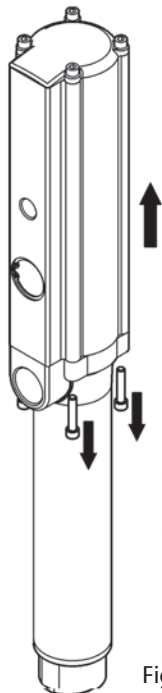

Fig. 4a
1. Secure the pump in a vice in the vertical position, clamping it by the outlet body. Unscrew the four screws that hold the air cylinder to the outlet body and remove the air cylinder (fig. 4a).
1. Fije la bomba en una mordaza agarrando por el cuerpo de salida con la bomba en posición vertical. Desenrosque los cuatro tornillos que sujetan el cilindro de aire al cuerpo de salida y quite el cilindro (fig. 4a).
1. Placer la pompe sur un établi et la serrer au niveau du corps de la pompe en maintenant cette dernière en position verticale. Desserrer les quatre vis qui maintiennent le cylindre d'air au corps de sortie et extraire le cylindre en question (fig. 4a).